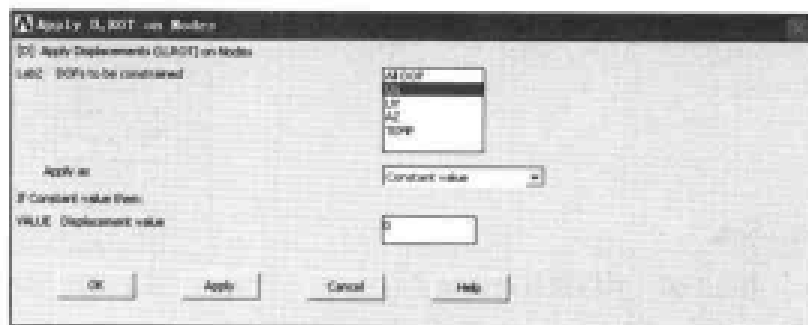

图 13-64 施加位移载荷对话框
(7) 选择 Main Menu | Solution | Define Loads | Apply | Structural | Displacement | On Nodes 命令, 出现 Apply U,ROT on N 菜单, 单击 Pick All 按钮, 出现 Apply U,ROT on Nodes 对话框, 参照图 13-64 对其进行设置, 单击 OK 按钮关闭该对话框。